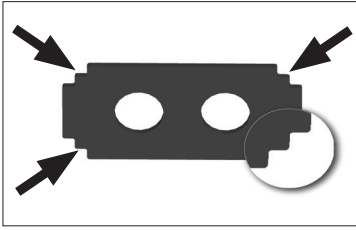
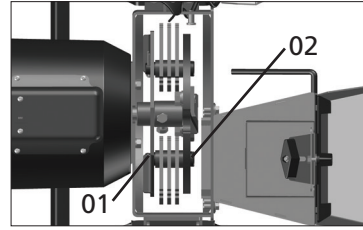

Fig. 17
Fig. 18
Los martillos móviles de los trituradores tienen 4 caras dentadas utilizables [Fig. 17, pág. 39]. Cambie la posición de uso siempre que observe desgaste y cambie los martillos cuando las 4 caras estén gastadas. Para invertir el lado de uso, saque las chavetas de los ejes (1) y saque los ejes (2) por el embudo para productos verdes en los modelos TRE30, TRE40MA, TR40 y TRE40. Después, cambie el lado de uso de los martillos [Fig. 18, pág. 39]. Siempre que retire alguna de las chavetas (1), no las reutilice, cámbielas por otras nuevas, para evitar accidentes.